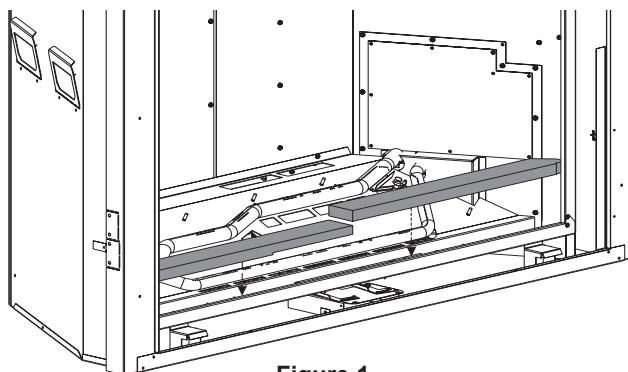

Figure 1
2. Poser le REVÊTEMENTS AVANT GAUCHE et DROIT, tel qu'illustré à la **Figure 1**.